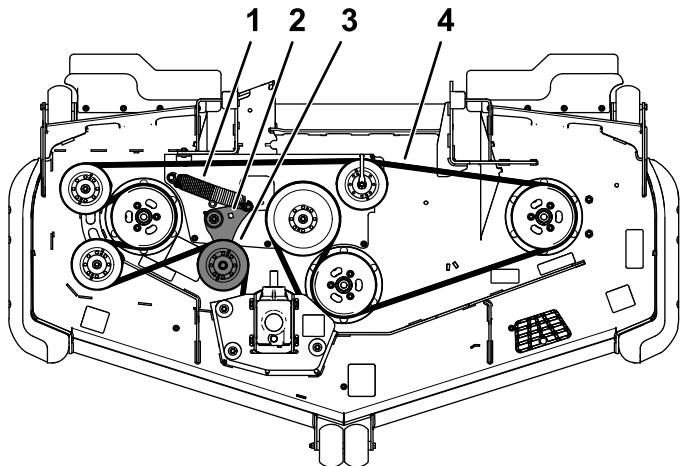

Рисунок 60
5. Використовуйте трещотку в квадратному отворі в маятниковому важелі, щоб зняти напруження на пружині холостого ходу (Рисунок 60).
7. Встановіть новий ремінь на шківи газонокосарки (Рисунок 60).
8. Переконайтесь, що кінці пружини закріплені в анкерних пазах та використовуючи трещотку у квадратному отворі, встановіть ремінь на приводному шківі (Рисунок 60).